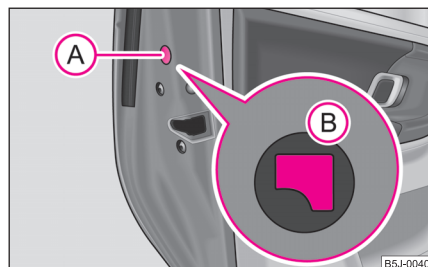

Fig. 23 Încuierea de urgență a ușii
- Îndepărtați capacul **A** ⇒ pagina 36, fig. 23.